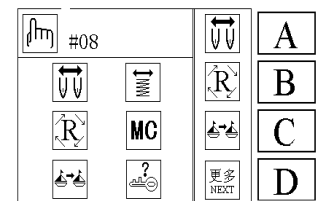

Fig. 12.1.1
uma vez para mostrar a Fig.12.1.1
2. Na Fig.12.1.1, pressione a tecla **D** uma vez para mostrar a